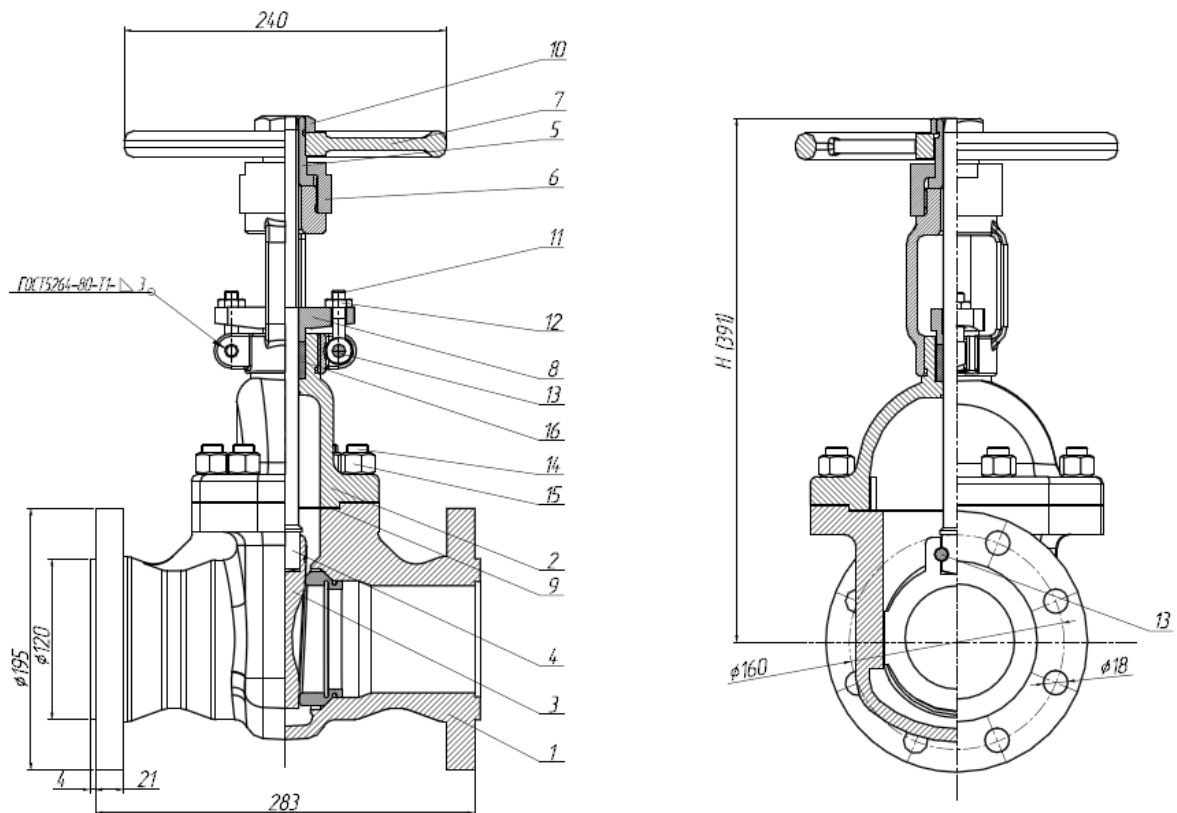

Рисунок 1 – Общий вид задвижки
Таблица 1 – Основные размеры (см. рисунок 1)
Задвижка состоит из следующих основных частей (см. рисунок 1):
- вывести клин 3 (рис.1) из положения «закрыто»;
- отвернуть гайку 6 (рис.1) и маховик 7 (рис.1);
- отвернуть гайки 6 (рис.1) и извлечь шпильки (болты) 14 (рис.1);
- снять крышку 2 (рис.1) с корпуса 1 (рис.1) вместе со шпинделем 4 (рис.1) и клином 3 (рис.1);
- снять прокладку 9 (рис.1);
- вывернуть шпиндель из резьбовой втулки 5 (рис.1), извлечь из крышки шпиндель и втулку;
- снять сальник 8 (рис.1) и набивку сальника.